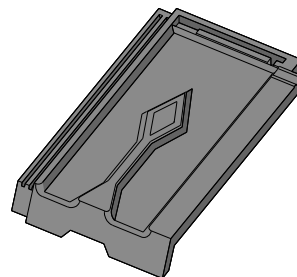

fig. 7.15
- La **tuile losangée** (fig. 7.15).